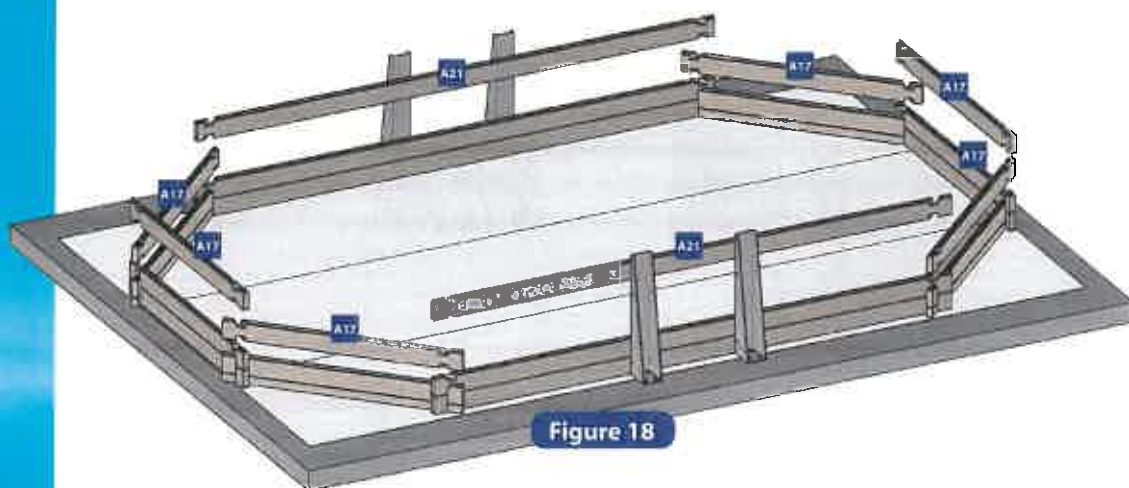

Figure 18
• Positionnez les madriers de la 3^{ème} rangée conformément à la figure 18.